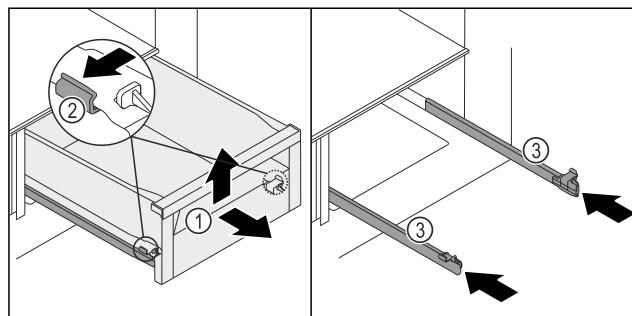

Fig. 199
- Izvlecite predal Fig. 199 (1) do omejevala.
- Objemko Fig. 199 (2) istočasno na vodilih narahlo pritisnite na levi in desni navzven.
- Predal Fig. 199 (1) se loči od vodila.
- Dvignite predal Fig. 199 (1) spredaj.
- Predal Fig. 199 (1) vzemite ven v smeri naprej.
- Vstavite vodila Fig. 199 (3).